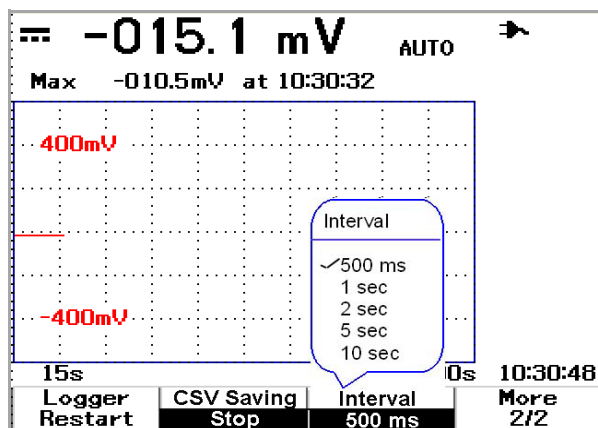

図 5-4 間隔の設定
- 4 間隔設定を変更するには、F3 を繰り返し押してリストを下にスクロールし、値を選択します（以下の図 5-4 を参照）。